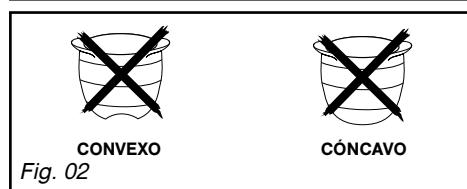

Fig. 02
- No utilice recipientes con fondo cóncavo o convexo (Fig. 02).